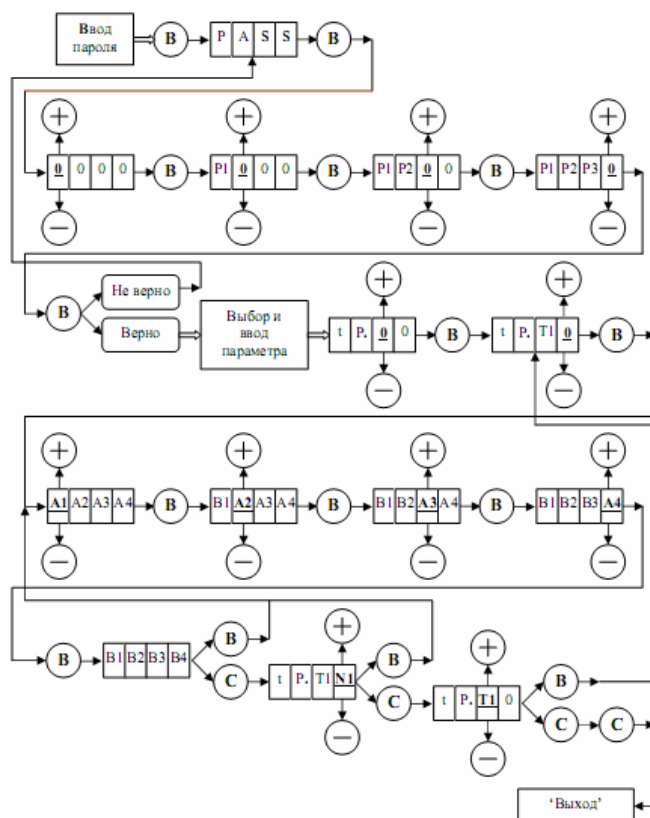

Рис.5 Диаграмма просмотра и редактирования параметров Прибора и Блока с помощью клавиатуры.
4.5.10.1 Диаграмма просмотра и редактирования параметров Прибора изображена на **рис.5**. Кружки с соответствующими надписями обозначают кнопки клавиатуры.
4.7.3 Диаграмма просмотра и редактирования параметров Блока аналогична диаграмме просмотра и редактирования параметров Прибора и изображена на **рис.5**.